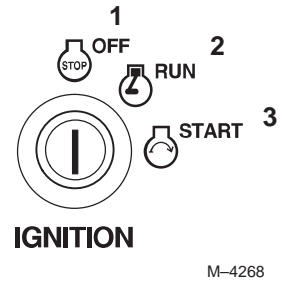

Figure 19
6. Tournez la clé de contact en position de démarrage pour mettre le démarreur sous tension. Relâchez-la quand le moteur démarre (Fig. 19).
3. Laissez tourner le moteur au ralenti pendant 60 secondes (Fig. 19).
4. Tournez la clé de contact en position contact coupé (Fig. 19).